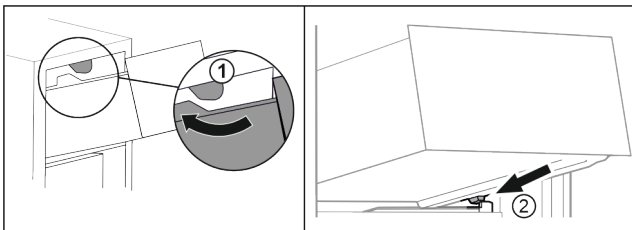

Fig. 133
- ▶ Schubfach um die oberen Stopper herumführen. Fig. 133 (1)
- ▶ Schubfach schräg hinter den unteren Stoppern auf Behälterrippe aufsetzen. Fig. 133 (2)